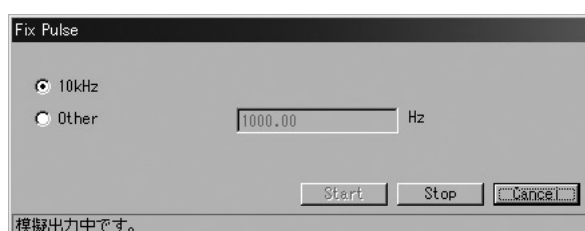

図63
- ④ 「OK」ボタンをクリックすると設定したパルス周波数が出力されます。この模擬出力値の出力中は図63のように“模擬出力中です。”というメッセージが表示されます。